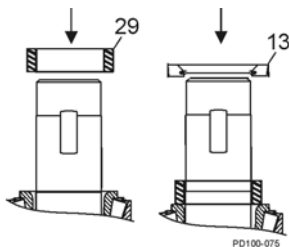

Abbildung 89 - Montage der hinteren Dichtung
1. Montieren Sie die Zahnradstanzstücke (Abbildung 89, Pos. 29).
3. Montieren Sie die Öldichtungen mit der Feder nach außen gerichtet (Abbildung 89, Pos. 13).